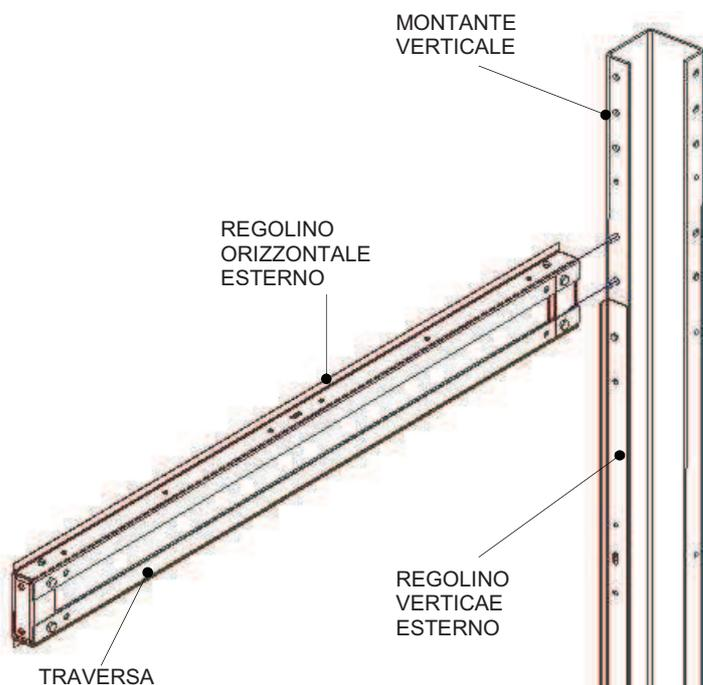

Fig. 14.1
- ✓ Allineare la traversa con i fori di riferimento del montante verticale e posizionare (fig. 14.1)